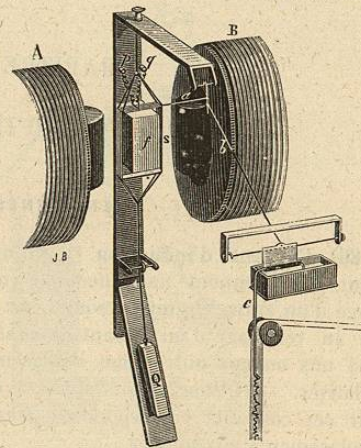

Fig. 634.
Plus récemment, sir William Thomson a substitué, au galvanomètre récepteur, un appareil qui laisse une trace écrite des signaux, et qui porte en anglais le nom de *siphon-recorder*, ou enregistreur à siphon. C'est un galvanomètre aperiodique (826), à cadre mobile et à aimant fixe; l'aimant est ici remplacé par un électro-aimant AB (fig. 634). Le multiplicateur s, placé entre les pôles de l'électro-aimant, est suspendu par deux fils; à la partie inférieure du cadre est suspendue une masse Q, mobile sur un plan incliné au moyen duquel on règle la tension du fil. Le courant est amené dans le multiplicateur par deux spirales très flexibles, mises en communication avec les boutons p et q qui communiquent, l'un avec la ligne, l'autre avec le sol.